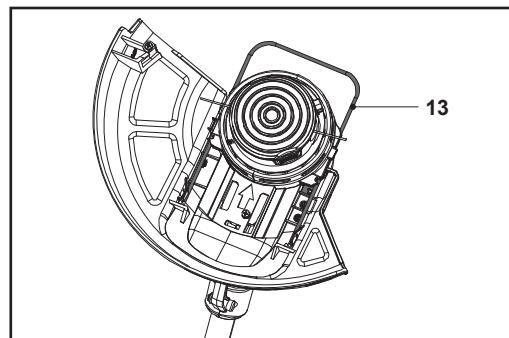

Fig. 11, posição de armazenamento
2. Pressione a proteção de plantas (13) para dentro para transporte e armazenamento (Fig. 11).